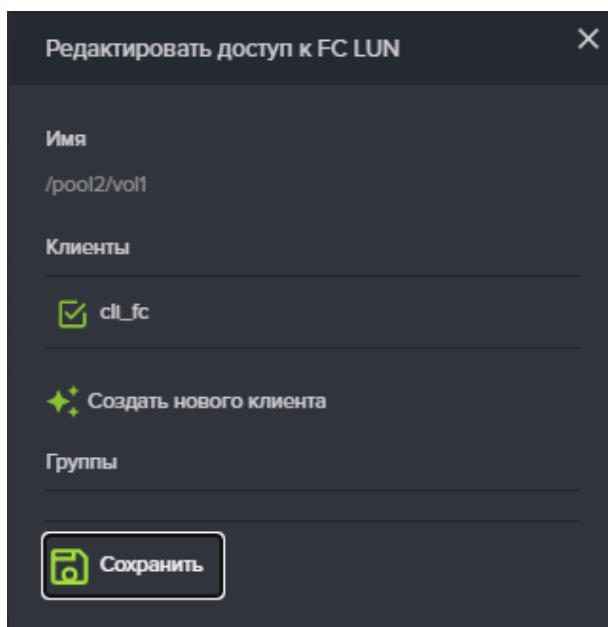

Рисунок 77. Редактирование доступа к FC луну
3. Нажмите на кнопку «Редактировать доступ», откроется одноименное окно (см. Рисунок 77);